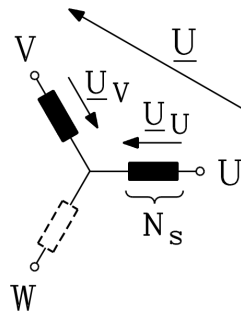

Bild 1.6-1: Erzeugung einer Einphasenwicklung aus einem Drehstrom-Wicklungsschema.
3) Nach Bild 1.6-1 bekommt man für die Einphasenwicklung die Gesamtzahl an Windungen N :
Die induzierte verkettete Spannung muss nach Bild 1.6-1 berechnet werden. Die Phasenverschiebung zwischen U und V muss dabei berücksichtigt werden: